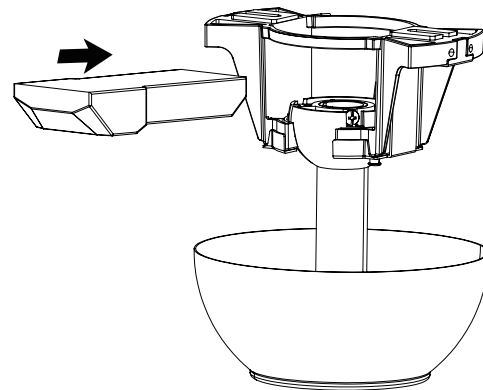

Figura 15
Paso 1. Inserte el receptor en el soporte de montaje en el techo con el lado plano del receptor orientado hacia el techo (**Figura 15**) para un mejor rendimiento, asegúrese de que el cable negro de la antena (en el extremo del receptor) permanezca extendido y no se enrede con los cables eléctricos.